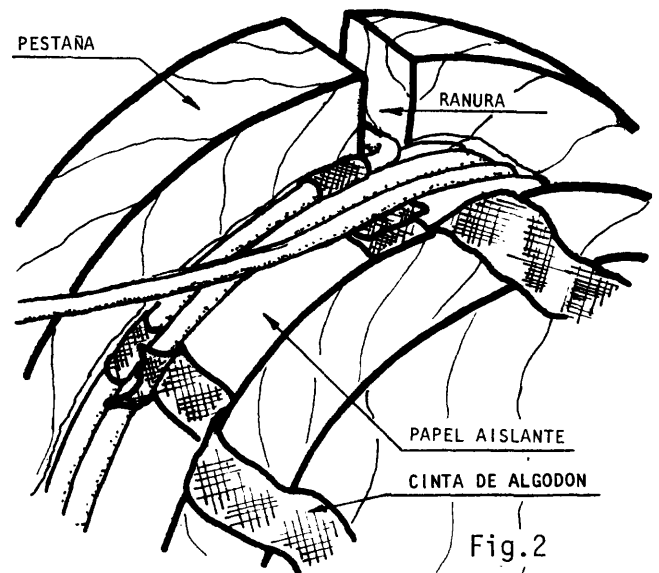

Fig.2
- b Coloque el alambre en la ranura de la pestaña del molde y sujételo inicialmente usando cinta de algodón (fig.2).
- d Comience a arrollar el alambre ajustando con la segunda espira una punta de las cintas (fig.2).